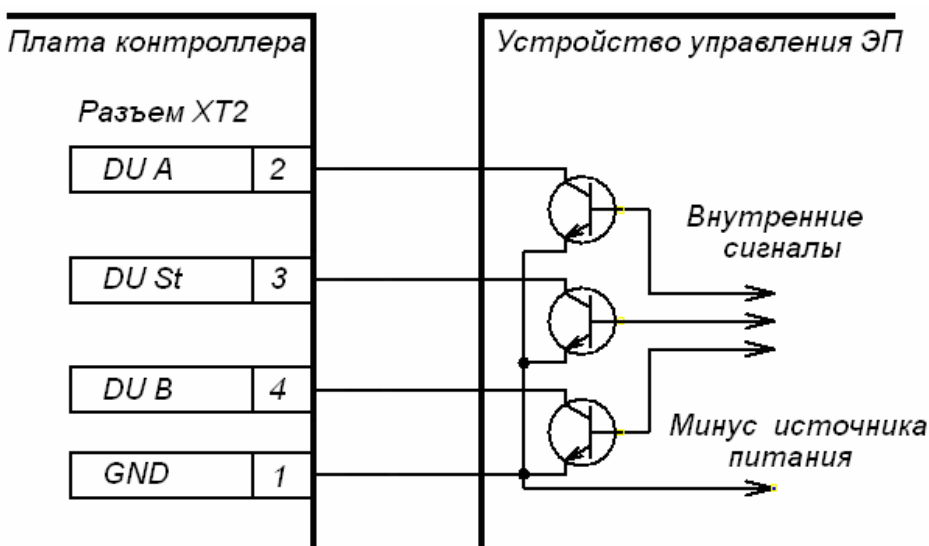

Рисунок 4 – Управляющие элементы устройства управления ЭП:
5.4.2 Управление ЭП осуществляется подачей на контакты клеммной колодки «ХТ2» DUA, DUS_t и DUB сигнала низкого уровня относительно контакта GND, при этом управляющим элементом могут быть нормально разомкнутый контакт реле или схема с открытым коллекторным выходом (см. рисунок 4).